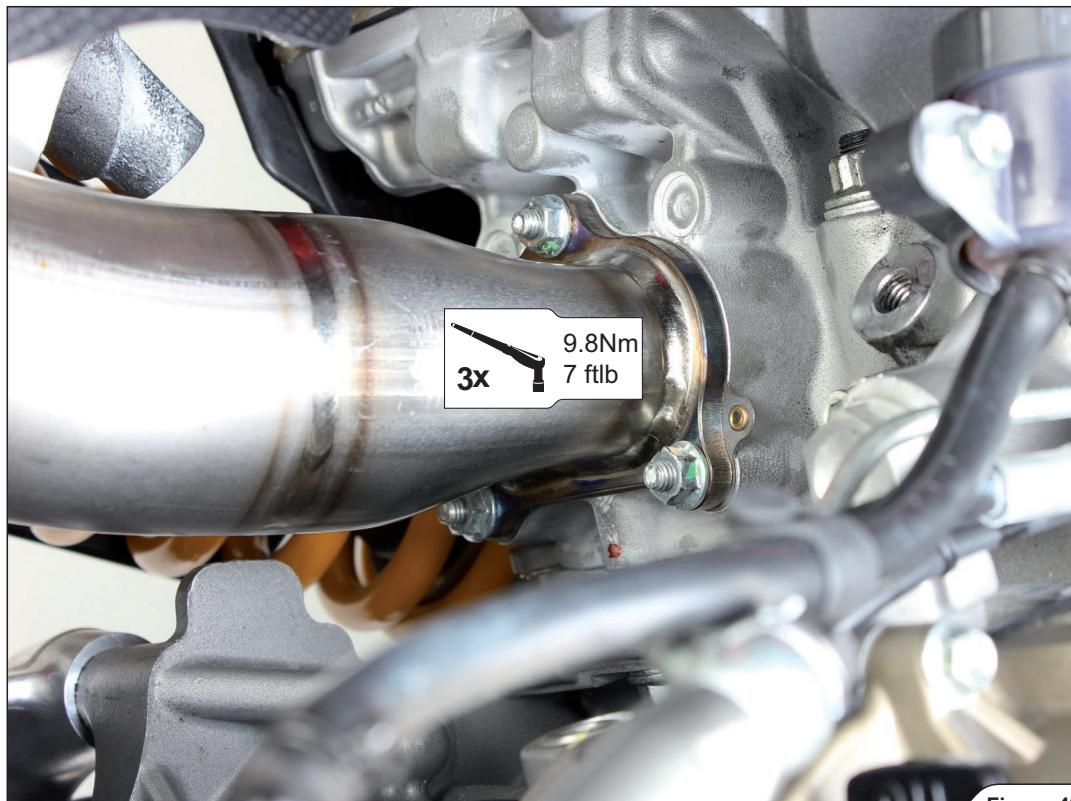

Figure 42
13. 両方のマニホールドを規定のトルクで締め付けます(図42、43)。